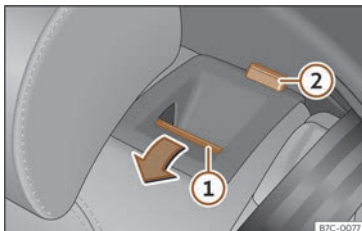

Abb. 98 Rücksitz: Rücksitzlehne vorklappen.
- Entriegelungstaste >>> (**Abb. 98**) ① nach vorn drücken und gleichzeitig die Rückenlehne umklappen. Die Rücksitzlehne ist entriegelt, wenn die rote Markierung des Tasters ② sichtbar ist.